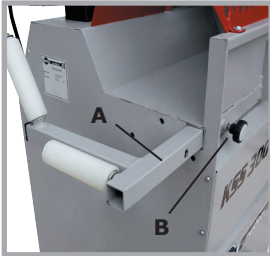

Abb. 6
Bei der Verarbeitung von längeren Holzstämmen muss die Holzauflagenverlängerung (A) herausgezogen werden (Abb. 6). Um die Holzauflagenverlängerung herausziehen zu können, muss der Feststellgriff (B) gelöst (nicht ganz herausschrauben) und gezogen werden.